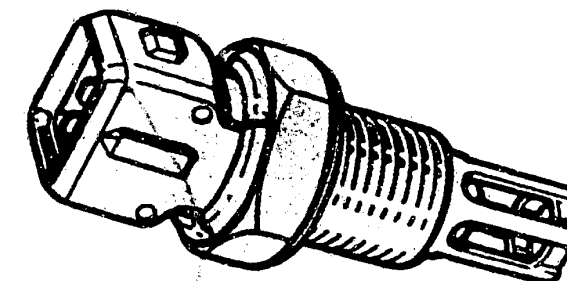

Bild 21 Lufttemperaturfühler, wie er bei Fiat/Lancia im Ansaugrohr eingebaut ist. Das NTC-Element soll bei 0°C einen Widerstand von ca. 8kΩ aufweisen.
d) Lufttemperaturfühler. Dieser ist nur bei Fiat/Lancia vorhanden und im Saugrohr eingesetzt (Bild 17). Es ist ein NTC-Widerstand, der von der Klemme C 12 mit einer Spannung von 5V versorgt wird. Der Lufttemperaturfühler (Bild 21) hat bei 0°C einen Widerstand von 8k $\Omega$ , der bei steigender Temperatur abnimmt.